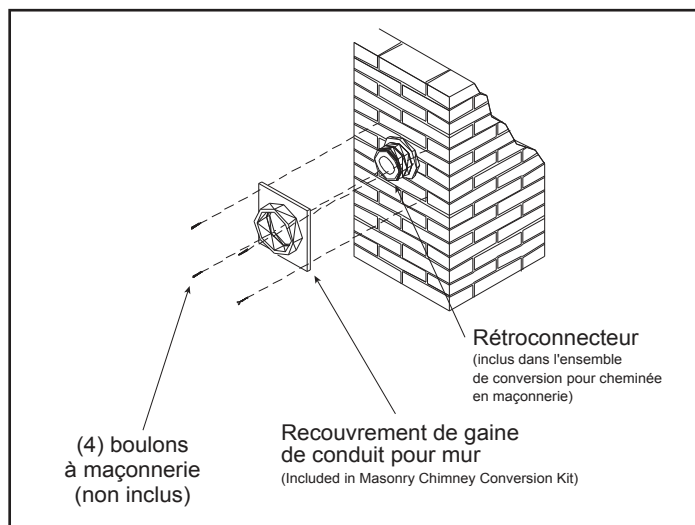

Figure 4.30
10. Glissez la gaine de conduit sur le rétroconnecteur et fixez-la en place avec des boulons de maçonnerie. Voir la Figure 4.30. Si un mur en bois doté d'une charpente de bois recouvrant la maçonnerie, utilisez des vis à bois pour fixer le couvercle de la gaine du conduit au mur, par-dessus le rétroconnecteur et dans l'ouverture carrée de 254 mm (10 po). Si nécessaire, ajoutez une section directe de conduit d'évacuation au rétroconnecteur pour le prolonger et passer par l'ouverture du couvercle de la gaine de conduit.